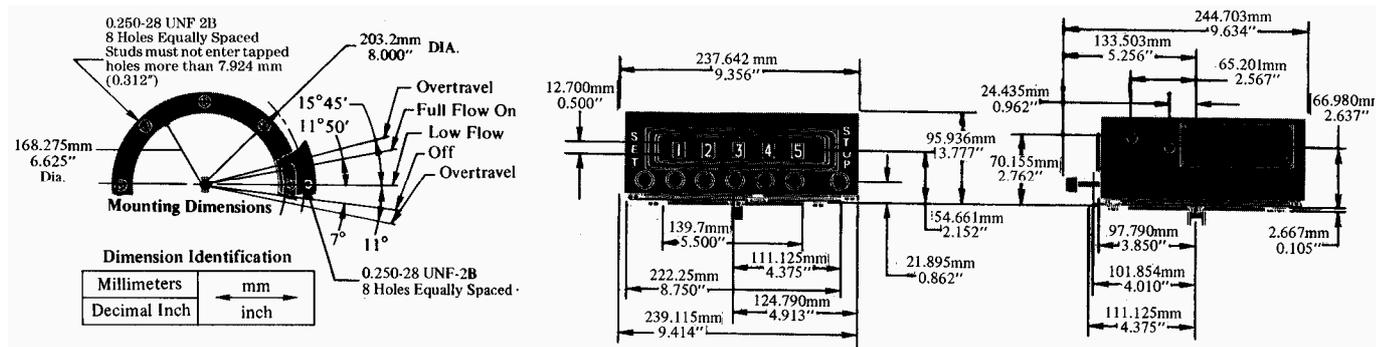

Figure 1. Dimension
Voir Figure 1. Il existe 8 trous de montage sur cet appareil. Le Prédéterminateur a été conçu pour être monté directement sur un débitmètre.
Le Prédéterminateur peut être connecté à une vanne à deux étages par une liaison directe fournie par le client ou par un interrupteur électrique avec liaison. La liaison se connecte sur un plateau rotatif au bas du boîtier du prédéterminateur à l'aide d'une vis 1/4-28 (Figure 1). La charge de la vanne est de 60 Livres.
Voir Figure 1.
Deux étages. L'appareil décompte à partir du chiffre de présélection. Le point de débrayage au premier étage est réglé en usine à la spécification du client à 90, 80, 70,60,50,40,30,20,10,9,8,7,6,5,4 ou 3. Un rack 3 doigts en option fournit un débrayage au premier étage entre 900 et 100 en incrément de 100. Le réglage peut être modifié par le client. Le second débrayage survient lorsque toutes les roues atteignent zéro. Voir Figure 1 pour le trajet angulaire du plateau.
5. Vérifier qu'après fermeture de la vanne, le plateau tourne à la bonne distance de 15°, 45' plus 7° (voir Figure 1).